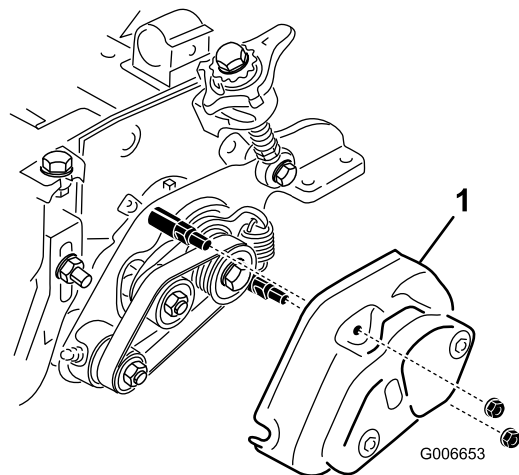

図 35
8. グルーマカバーとローラブラシのカバー 図 35 のナットが締め付け過ぎになっていないことを確認する。